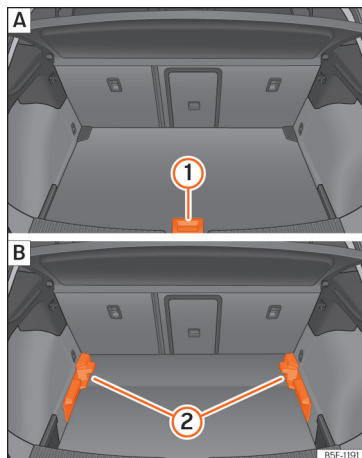

Fig. 185 Podeaua mobilă a portbagajului: [A] poziție ridicată; [B] poziție coborâtă.
- Pentru a trece de la poziția inferioară la poziția superioară, ridicați podeaua de mânerul »» fig. 185 ① și trageți-o înapoi până când partea din față a podelei trece complet de suportii ②.
- Deplasați podeaua în față peste suportii, până la spătarul banchetei din spate și apoi coborâți podeaua folosind mânerul ①.
- Pentru a trece de la poziția superioară la cea inferioară, ridicați podeaua de mânerul »» fig. 185 ① și trageți-o înapoi până când partea din față a podelei trece complet de suportii ②.
• Acum așezați partea din față peste șinele inferioare ale suporturilor, glisați podeaua până la spătarul banchetei din spate și coborâți în același timp podeaua, folosind mânerul ①.
• Ridicați podeaua variabilă în poziția superioară folosind mânerul »» fig. 185 ①, ridicați-o și apăsați-o spre spătarul banchetei, până când se pliază pe linia balamalei și partea mobilă a acesteia se sprijină sub greutatea proprie.